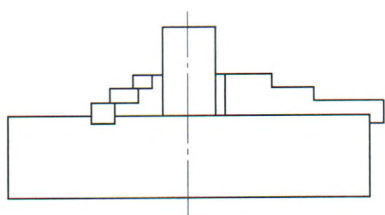

图 2
（1）找到工作台的旋转中心 X 轴坐标。准备好工具：寻边器、千分表、三爪自定心卡盘、圆轴棒、压板和螺杆（见图2）。步骤：①将圆轴用三爪自定心卡盘夹持放在工作台上。②将千分表吸附在主轴上，转动工作台不断地移动三爪自定心卡盘，直至旋转 B 轴时千分表圆轴调动变化 $\leq 0.005\text{mm}$ ，然后压紧三爪自定心卡盘。③用寻边器找正圆轴中间坐标 X 值， X 坐标就为旋转 B 轴中心 X 轴坐标（假设 X 轴坐标为 m ）。